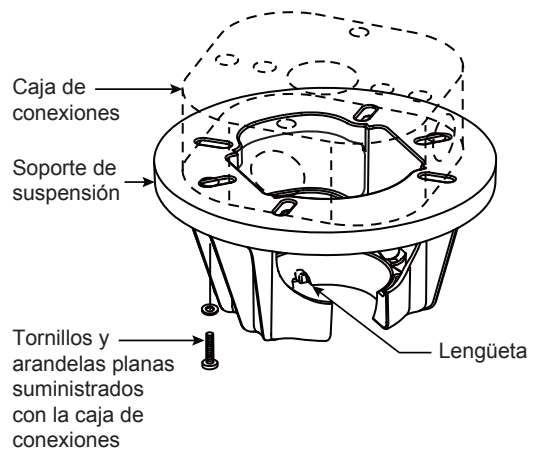
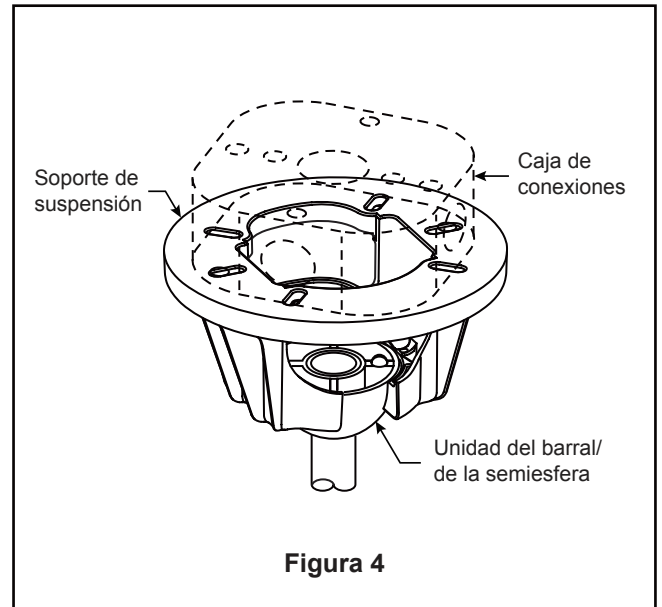

Figura 3
Figura 4
### Uso del soporte (Figura 3)
3. Afloje los dos tornillos de fijación del soporte del barral de soporte para techo a través de la varilla. Introduzca los cables a través de la varilla. (Figura 3)
4. Coloque el soporte de la varilla y alinee los orificios de la clavija de horquilla en ambas piezas. Instale la clavija de horquilla y asegúrela con la pinza de horquilla. Fije los dos tornillos de presión y las tuercas de seguridad en el soporte de la varilla interior. Fije con seguridad el set de tornillos con el destornillador y luego fije bien las tuercas con una llave hexagonal. (Figura 4)
1. Fije bien el soporte de suspensión a la caja de conexiones con los tornillos y las arandelas planas suministrados con la misma. (Figura 3)
**NOTA:** Se deben pasar los tornillos de la caja de conexiones a través de los orificios que se encuentran en el soporte de suspensión. (Figura 3)
3. Con cuidado, levante el ventilador y apoye la unidad del barral/de la semiesfera en el soporte de suspensión que acaba de fijar a la caja de conexiones. (Figura 4) Asegúrese de que la ranura en la semiesfera esté alineada con el reborde del soporte de suspensión. (Figura 3)
2. Realice las conexiones de cables al bloque del terminal como se muestra en la Figura 3.
3. Una vez haya hecho las conexiones, coloque los cables hacia arriba y empújelos cuidadosamente hacia dentro de la caja de la toma de corriente, poniendo los cables blancos y verdes a un lado de la caja y los negros hacia el otro lado. Los cables deben ser colocados de forma extendida poniendo el conductor de la toma de tierra y el conductor de toma de tierra del equipo a un lado de la caja, colocando el conductor sin toma de tierra en el otro lado de la caja. (Figura 4)